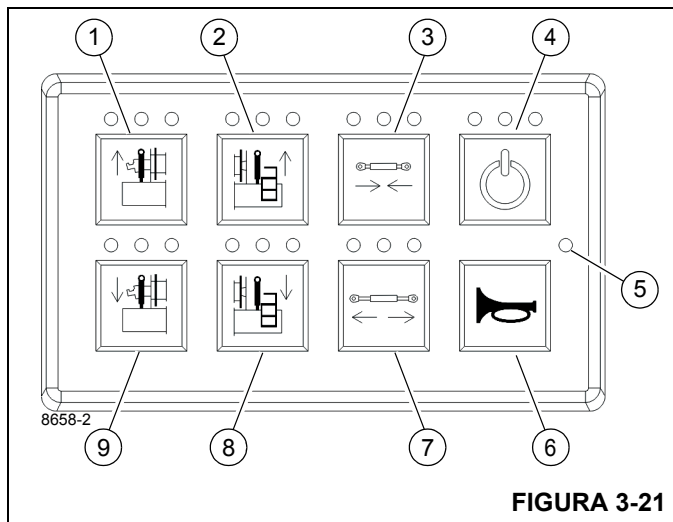

FIGURA 3-21
El LED de alimentación principal (5, Figura 3-21) parpadea en verde cuando la alimentación principal está activada. Otros tres indicadores LED, situados sobre cada botón de función, indican el estado de los botones.
El botón de elevación del cilindro de contrapeso derecho (1, Figura 3-21) debe mantenerse presionado para elevar el cilindro derecho que sostiene el lado derecho del contrapeso. El operador debe soltar el botón cuando el lado derecho del cilindro esté en la posición deseada.
El botón de elevación del cilindro de contrapeso izquierdo (2, Figura 3-21) debe mantenerse presionado para elevar el
El botón de retracción del cilindro de bloqueo (3, Figura 3-21) debe mantenerse presionado para retraer el cilindro de bloqueo que sostiene el contrapeso. El operador debe soltar el botón cuando el cilindro de bloqueo esté en la posición deseada.
El botón de habilitación de función (4, Figura 3-21) se utiliza para habilitar los demás botones de función del teclado. Por lo tanto, para hacer funcionar el sistema de retiro de contrapeso, primero hay que presionar y soltar el botón de habilitación para activar todos los botones de función.
El indicador LED de alimentación principal (5, Figura 3-21) parpadea en verde cuando la alimentación principal está activada.
El botón de la bocina (6, Figura 3-21) está siempre activo y puede pulsarse en cualquier momento sin necesidad de pulsar primero el botón de habilitación del teclado (4).
El botón de extensión del cilindro de bloqueo (7, Figura 3-21) debe mantenerse presionado para extender el cilindro de que sostiene el contrapeso. El operador debe soltar el botón cuando el cilindro de bloqueo esté en la posición deseada.
El botón de bajada del cilindro de contrapeso izquierdo (8, Figura 3-21) debe mantenerse presionado para bajar el cilindro izquierdo que sostiene el lado izquierdo del contrapeso. El operador debe soltar el botón cuando el lado izquierdo del cilindro esté en la posición deseada.
El botón de bajada del cilindro de contrapeso derecho (9, Figura 3-21) debe mantenerse presionado para bajar el cilindro derecho que sostiene el lado derecho del contrapeso. El operador debe soltar el botón cuando el lado derecho del cilindro esté en la posición deseada.